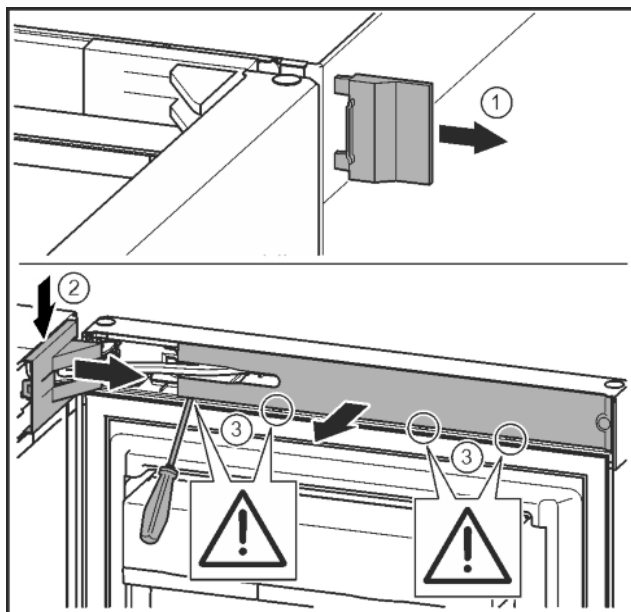

Fig. 6
- ▶ Снять внешнюю крышку. Fig. 6 (1)
- ▶ При помощи отвертки освободить крышку опорного кронштейна и отсоединить. Снять крышку опорного кронштейна. Fig. 6 (2)
- ▶ Шлицевой отверткой вывести накладку из зацепления и отвести в сторону. Fig. 6 (3)